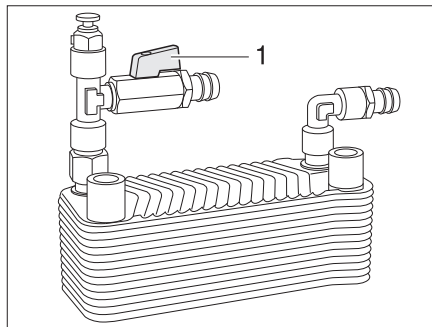

Fig. 329 Echangeur de chaleur Alde
- Mise en service :* ■ Placer la poignée (Fig. 329,1) du robinet d'arrêt parallèlement à la conduite.
- Mise hors service :* ■ Placer la poignée (Fig. 329,1) du robinet d'arrêt transversalement à la conduite.